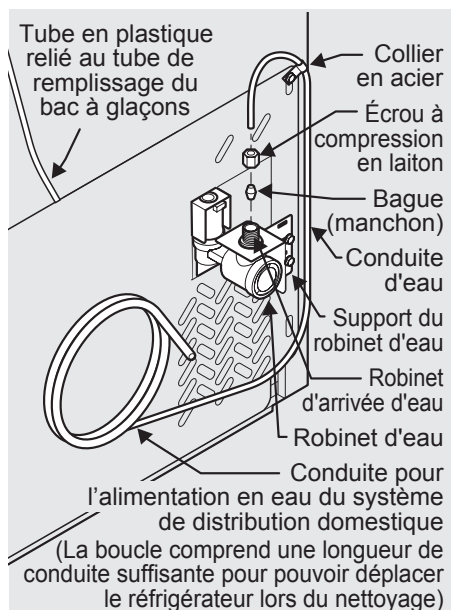

Figure 1
4. **Si vous utilisez des tubes en cuivre** - Glissez l'écrou de compression en cuivre, puis la bague d'extrémité (manchon) sur la conduite d'alimentation en eau. Poussez la conduite d'alimentation en eau dans l'entrée du robinet d'arrivée d'eau aussi loin que possible (6,4 mm / ¼ po). Glissez la bague d'extrémité (manchon) dans l'entrée du robinet et serrez l'écrou de compression à la main dans le robinet. Serrez d'un autre demi tour avec une clé; ne PAS serrer trop fort. Voir Figure 1.
inoxydable - L'écrou et la bague d'extrémité sont déjà assemblés sur le tube. Glissez l'écrou de compression sur le robinet d'entrée et serrez l'écrou de compression à la main sur le robinet. Serrez d'un autre demi tour avec une clé; ne PAS serrer trop fort. Voir Figure 1.